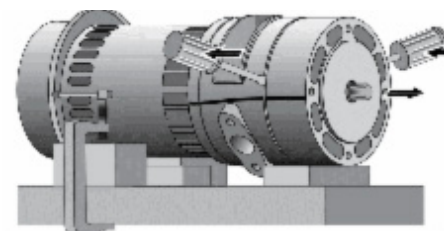

Figure 20
10. Insérez en tapotant délicatement un petit tournevis ou un burin à lame fine entre la volute intermédiaire et l'adaptateur de la pompe à deux ou trois endroits autour de la pompe pour séparer les pièces moulées (figure 20). N'abîmez pas les surfaces d'étanchéité; ne cassez pas de pièces sur l'adaptateur ou la volute, les pièces moulées s'endommagent facilement.